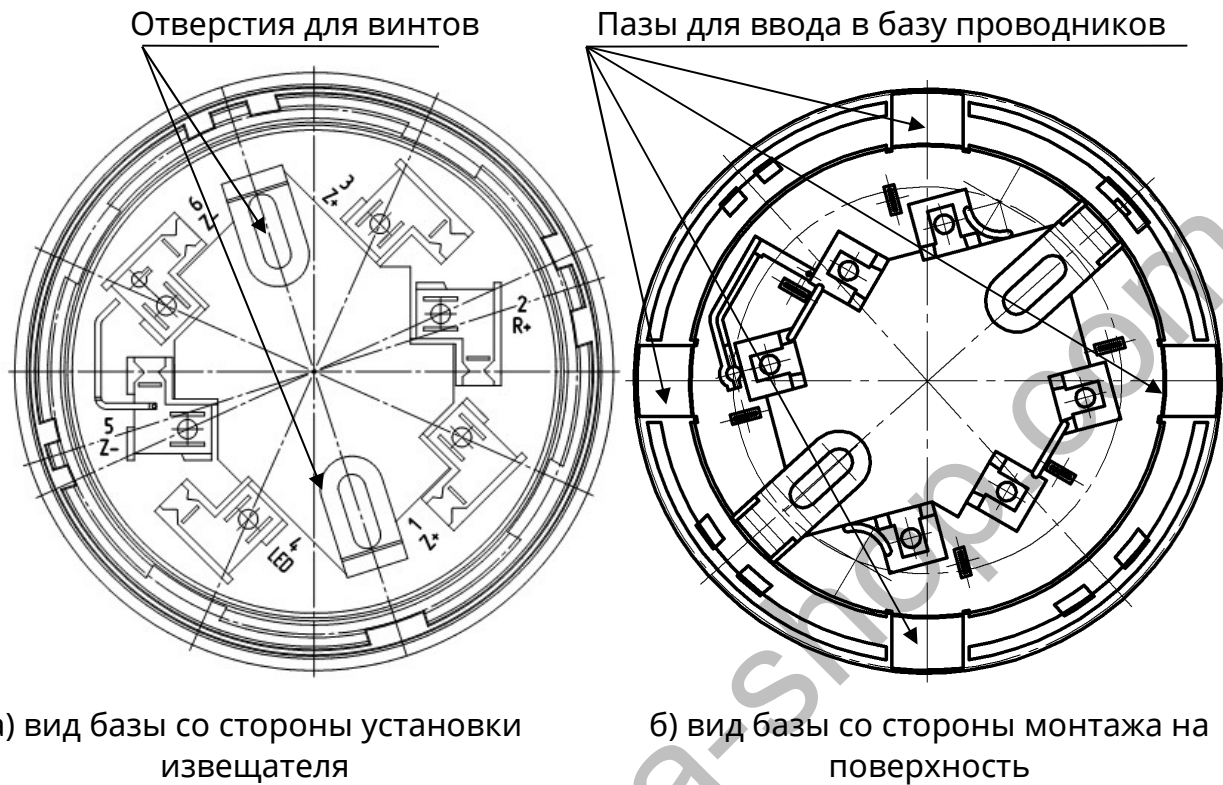
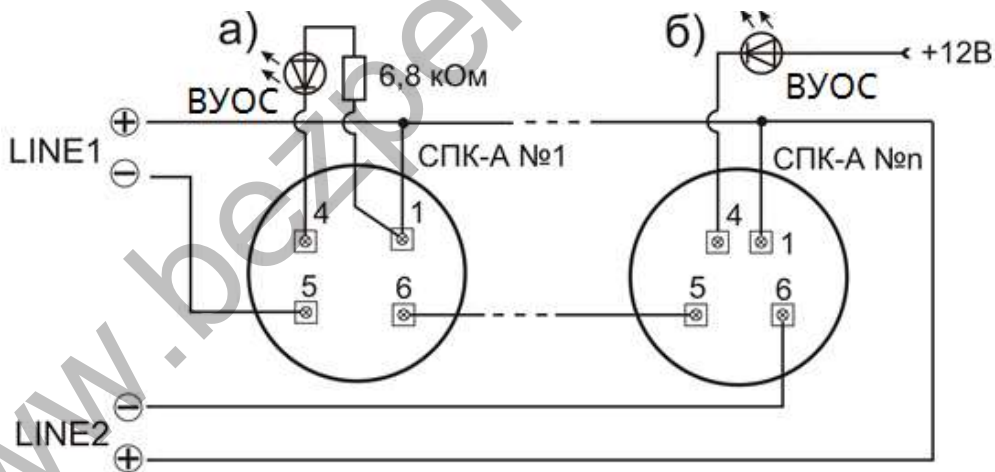

Рисунок 1 – База извещателя
Рисунок 2 – Подключение извещателей к кольцевому ША: а) питание ВУОС от ША, используется контакт 1; б) питание ВУОС от источника 12 В
4.1 Извещатель комплектуется базой (рисунок 1). Для присоединения извещателя к базе необходимо установить извещатель на базу, с небольшим усилием прижать к базе, повернуть по часовой стрелке и после просадки в базе повернуть до упора. Для демонтажа повторить действия в обратном порядке.
5.1 Для установки извещателя необходимо базу отсоединить от извещателя (рисунок 1), и закрепить ее на потолке помещения с помощью дюбелей или винтов. Проводники в базу заводят через специальные пазы. **Перед вводом проводников в базу необходимо обязательно снять внешнюю изоляцию. Не допускаются перекосы и деформирование базы. Не допускаются перекосы извещателя в базе.** Монтаж базы извещателя проводить только на **плоскую поверхность** для предотвращения перекосов при затягивании винтов. В случае когда это невозможно, необходимо устанавливать базу на плоскую подставку.
5.3 Подключать извещатели необходимо согласно схеме, приведенной на рис. 2. Назначение контактов на рис. 2 (**в скобках указано обозначение контактов на базе, рис.1**):